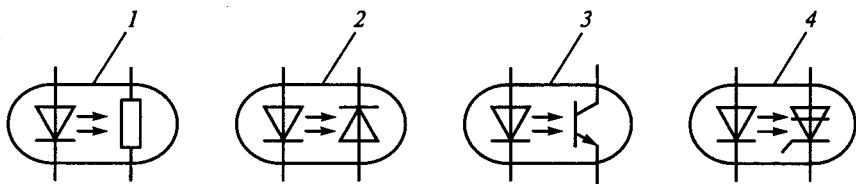

Рис. 193
**7.42.** На рис. 193 приведены соответственно схемы оптронов: фоторезисторного 1, фотодиодного 2, фототранзисторного 3 и фототиристорного 4.